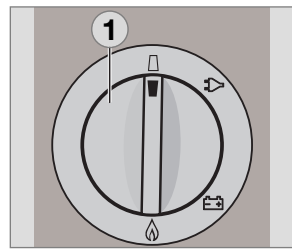

Fig. 31
- Stil ved modeller med batteritænding energivælgerknappen (1) på positionen "FRA". Apparatet er slukket (fig. 31).